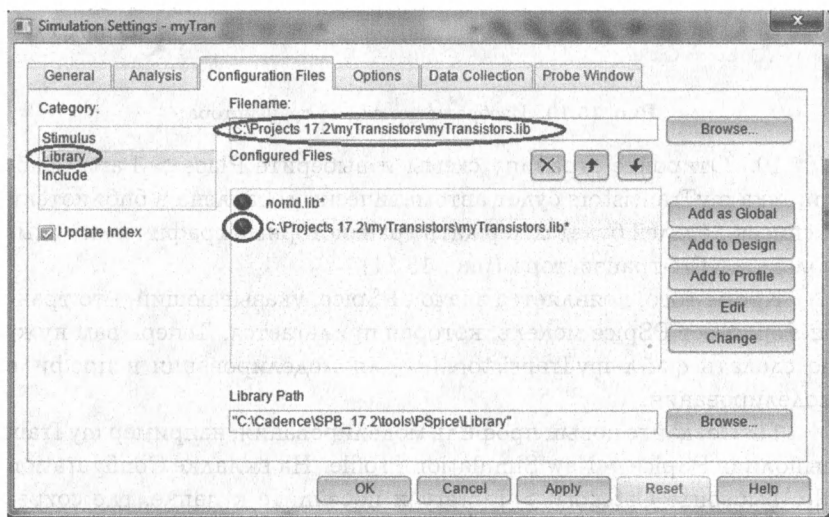

Рис. 15.12. Добавление глобального библиотечного файла
11. Создайте новый профиль моделирования, например myTran, выполнив PSpice > New Simulation Profile. На вкладке Configuration files выберите Category > Library и перейдите к папке, где сохранен myTransistors.lib. Вы можете добавлять файлы библиотеки как Global или локально к дизайну или к профилю. Добавьте файл как глобальный (рис. 15.12) и нажмите ОК. Транзистор готов к моделированию, а библиотека myTransistors.lib будет доступна для каждого нового проекта.